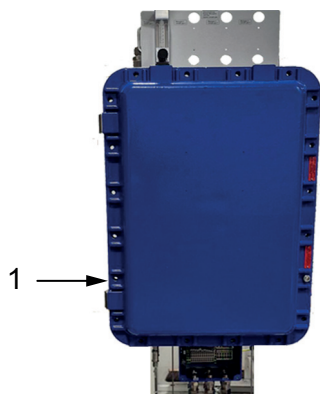
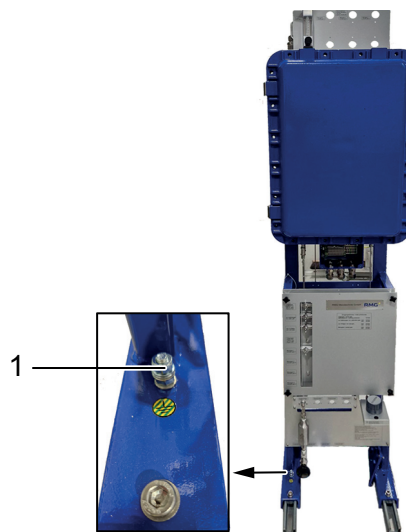

Abb. 26: Variante Wandmontage
Abb. 27: Variante Bodenmontage
- Bitte nehmen Sie die Erdung an der vorgesehenen Stelle (vgl. Abb. 26 und Abb. 27) vor. Verwenden Sie dazu ein Erdungskabel mit einer **Mindeststärke von 4 mm²**.